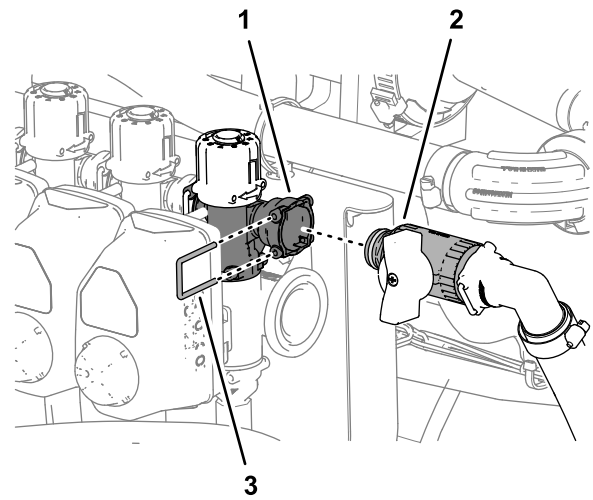

Figure 113
1. Branchez le raccord rapide mâle de la vanne de coupure de dérivation au raccord rapide femelle de la soupape de dérivation (Figure 113).
2. Fixez les raccords rapides de la vanne de coupure et de la soupape de dérivation avec l'étrier (Figure 113) que vous avez retiré à l'opération 3 de Positionnement des soupapes de dérivation – Machines sans kit applicateur manuel ou kit dévidoir électrique en option (page 34).